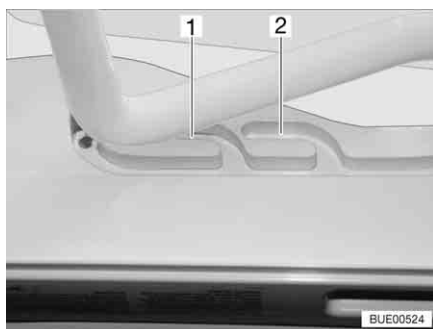
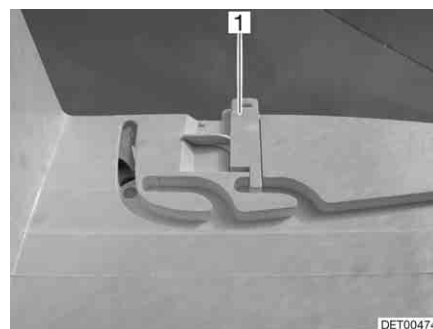

Bild 91 Heki-takluckan i ventilationsläge
Bild 92 Lås ventilationsläge
Heki-takluckan kan ställas i två ventilationslägen: Läget för dåligt väder (Bild 91,1) och mittläget (Bild 91,2). Beroende på modell kan takluckan låsas i mittläget med de båda spärrarna (Bild 92,1) till höger och vänster om ramen till takluckan.
- Tryck bygeln lätt uppåt och skjut in den i det valda spåret (Bild 91,1 eller 2) och lås eventuellt.